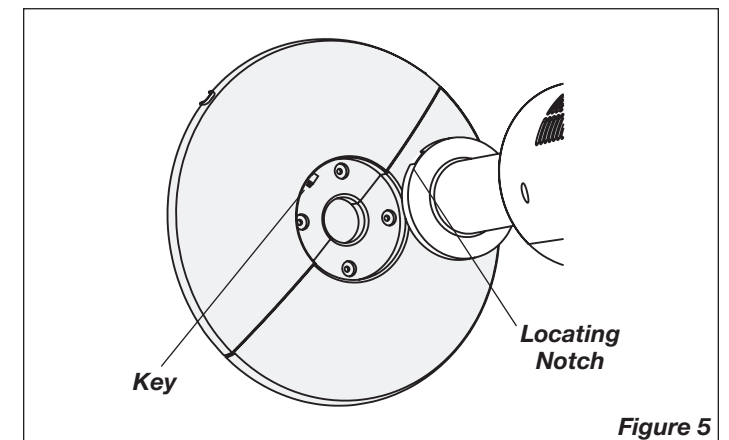
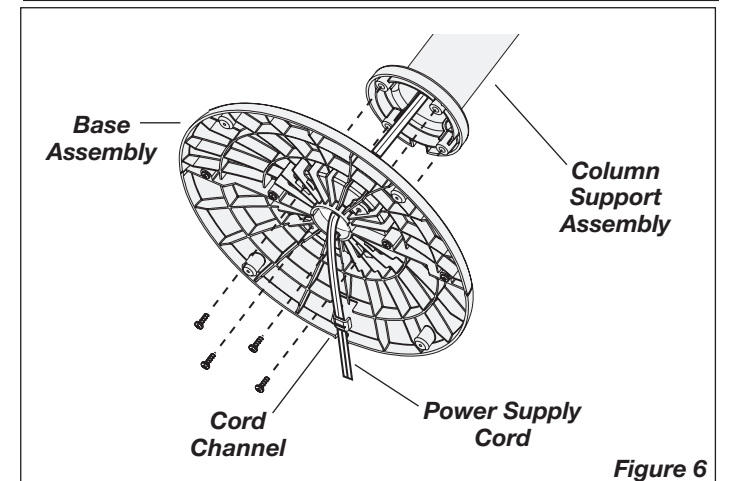

Figure 5
Figure 6
5. Align the **Base Assembly** with the **Column Support Assembly**. Make certain to align the **Locating Notch** on the **Column Support Assembly** with the **Key** on the **Base Assembly** (Figure 5). Attach the **Base Assembly** to the **Column Support Assembly** with (4) M5 X 13mm Screws. Gently pull any excess slack of the **Power Supply Cord** and place it in the **Cord Channel** of the **Base Assembly**. (Figure 6)
5. Alinee el **Conjunto de la Base** con el **Conjunto de Soporte de Columna**. Cerciérese de que la **Muesca de Ubicación** en el **Conjunto de Soporte de Columna** quede alineada con la **Llave** en el **Conjunto de la Base** (Figure 5). Una el **Conjunto de la Base** al **Conjunto de Soporte de Columna** con (4) tornillos M5 X 13 mm. Jale suavemente el **Cable Eléctrico** para que no quede holgado, y colóquelo en el **Canal Para Cable** del **Conjunto de la Base**. (Figure 6)